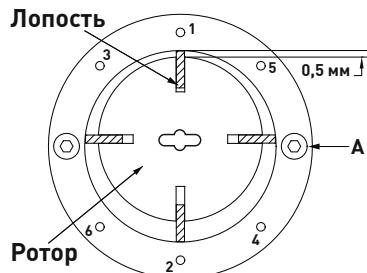

Рис. 5
- Раз в сезон проверяйте ротор (рис. 5) и лопасти компрессора.
Соберите компрессор, учитывая, что желобки лопастей должны быть направлены к центру ротора, и зазор между ротором и кольцом должен быть 0,5 мм, как показано на рис. 5.